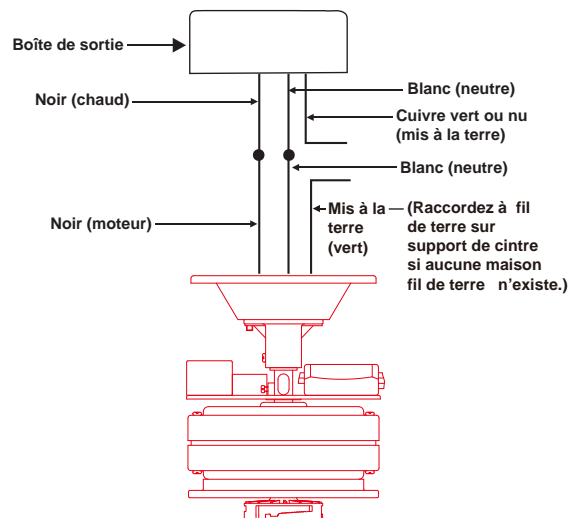

Fig. 8
Étape 1. (Fig. 8) Fils d'alimentation du moteur à la maison raccordements électriques:
Étape 2. (Figure 8) Si votre boîte de sortie est dotée d'un fil de terre (vert ou cuivre nu), raccordez-la aux fils de masse du ventilateur; Sinon, raccordez le fil de terre du support suspendu au fil de terre de la plaque de montage. Fixez le raccord de fil avec un écrou en plastique fourni. Après avoir branché les fils, écartez-les de sorte que les fils verts et blancs soient d'un côté de la boîte de sortie et que les fils noirs et bleus soient de l'autre côté. soigneusement les raccordements de fil dans la boîte de sortie.